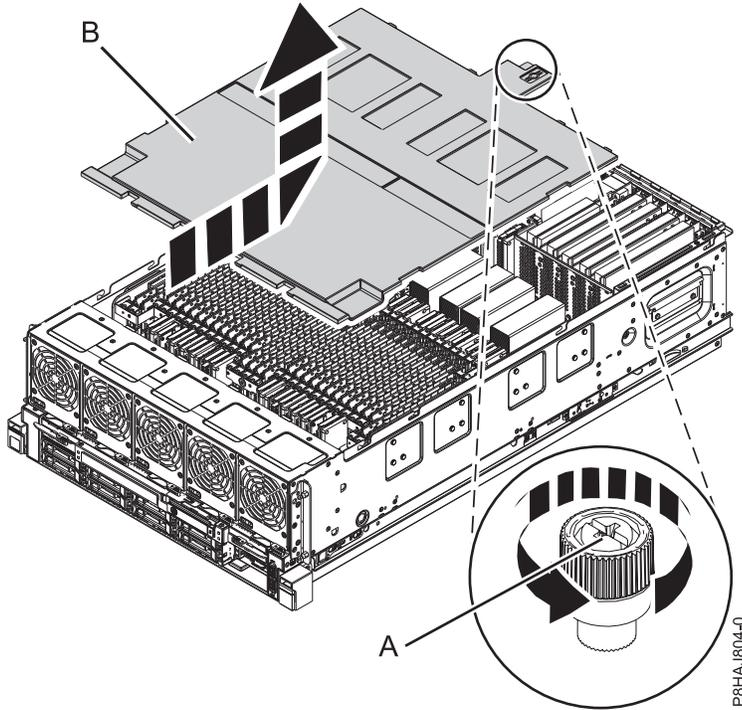

Figure 40. Retrait du capot de sécurité
2. Desserrez la vis moletée (A) située à l'arrière du capot en la tournant dans la direction illustrée dans la figure 40, à la page 82.
3. Faites glisser le capot de sécurité (B) vers l'arrière du système. Une fois l'avant du capot dégagé du bord supérieur du châssis, soulevez et retirez le capot.